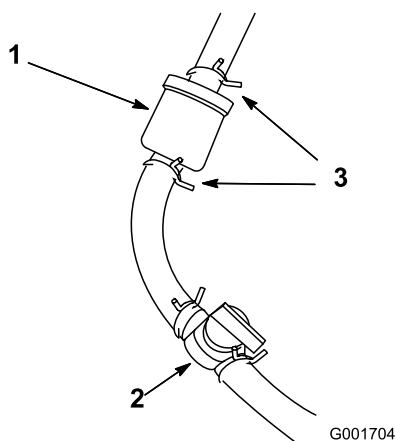

Figura 45
1. Feche a válvula de corte do combustível (Figura 45).
se encontra no lado do carburador e retire a tubagem de combustível do filtro (Figura 45).